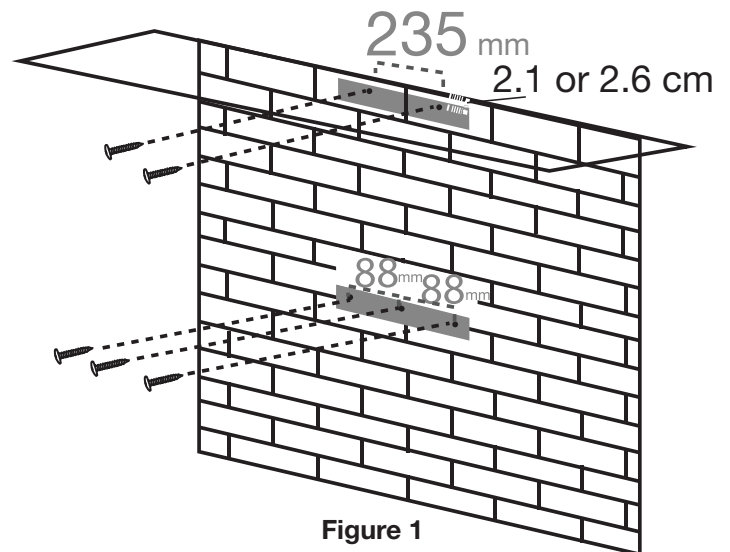

Figure 1
- La hotte sera fixée à ce support (voir figure 1).